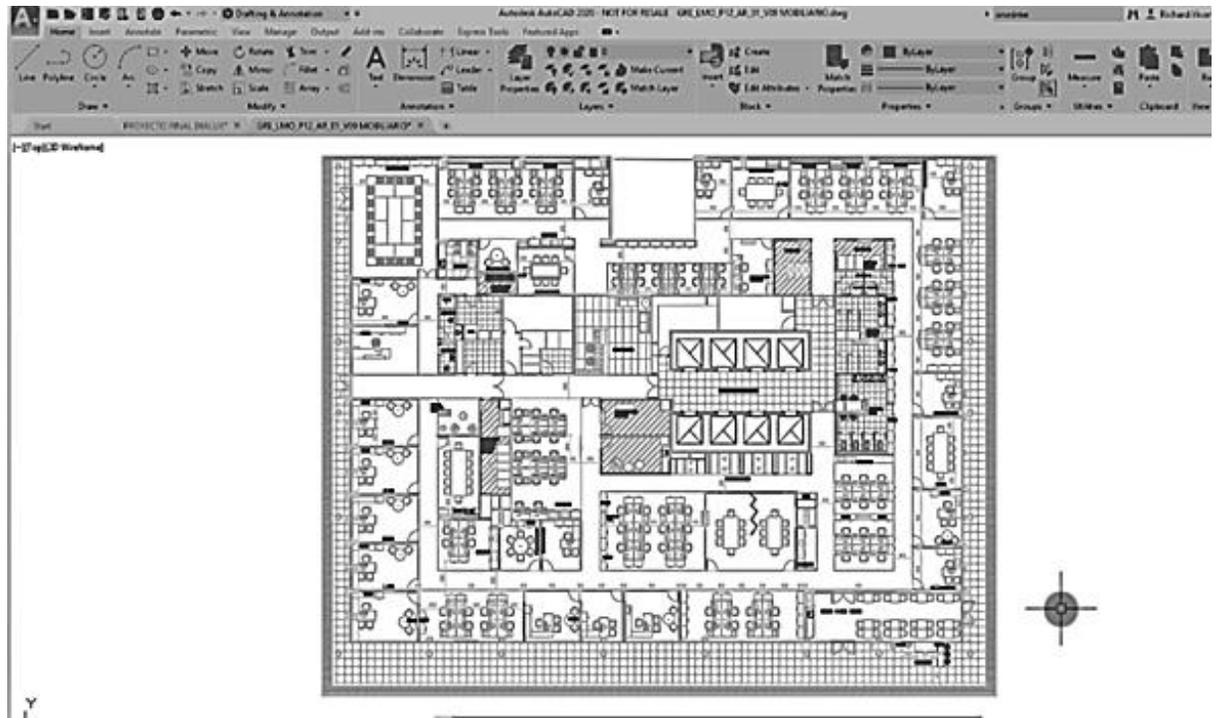
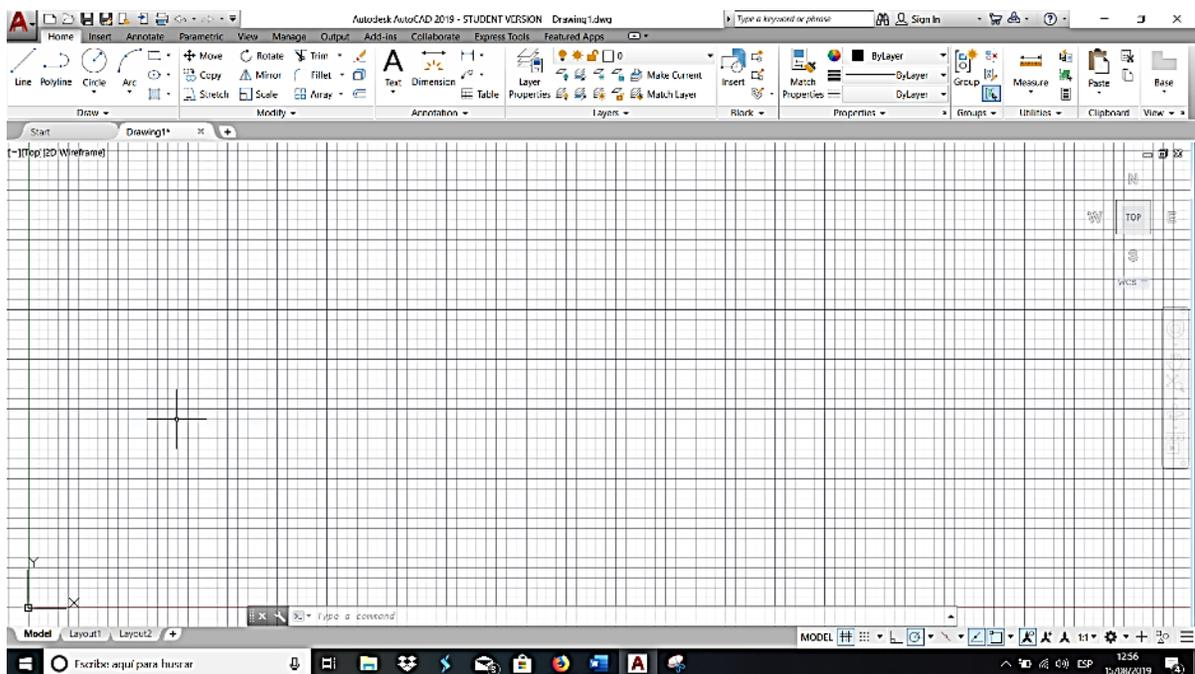

Figura 2.3. Comparación de barra RIBBON
Figura 2.4. AutoCAD modificado con fondo y barra herramientas en blanco.
- Un cambio en AutoCAD 2020 es en la barra RIBBON donde en esta versión por perspectiva visual es ligeramente más opaca que el plano de trabajo como se muestra en la figura 2.3, pero por facilidad si el usuario tiene problemas en la visualización se recomienda cambiar el color del plano de trabajo y la barra RIBBORN que se verá más adelante en la personalización del programa el cambio se observa en la figura 2.4, esta comparación solo se puede ver en la configuración inicial de AutoCAD que viene por default con los colores negros en la barra RIBBORN y en el plano de trabajo.